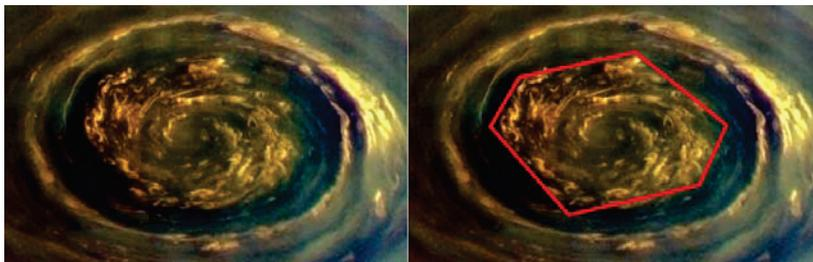

Рис. 8. Загадочный “Шестиугольник Сатурна”
4) “*Гигантский гексагон*”, известный ещё как “*Шестиугольник Сатурна*” (рис. 8), не имеющий на сегодняшний день строгого научного объяснения атмосферный феномен на планете Сатурн. Представляет собой геометрически правильный шестиугольник с